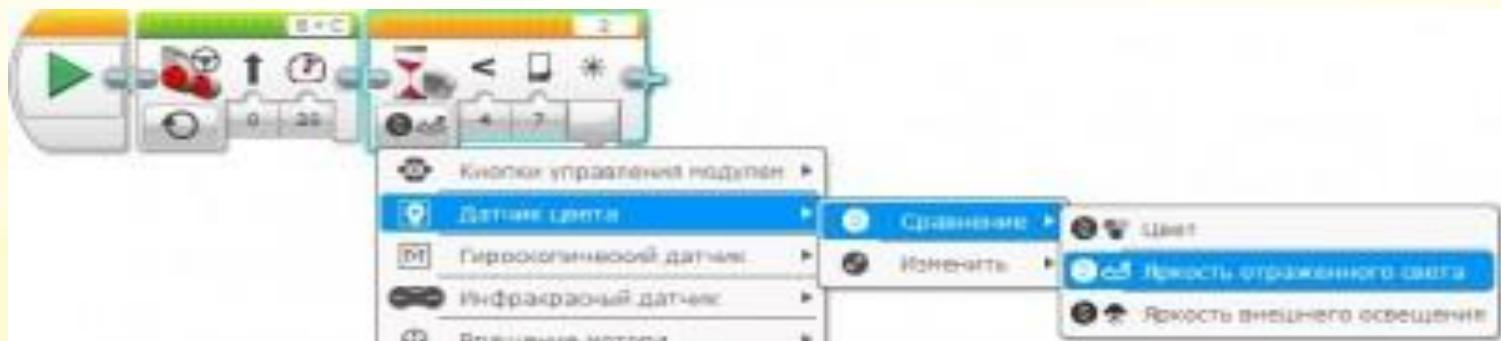

Рис. 13
* Проведенный эксперимент показал нам, что при пересечении черной линии, значение датчика цвета в режиме "Яркость отраженного света" равняется 6. Значит, для выполнения Задачи №3 наш робот должен двигаться прямолинейно, пока искомое значение датчика цвета не станет меньше 7. Воспользуемся уже знакомым нам программным блоком "Ожидание" Оранжевой палитры. Выберем требуемый условию задачи режим работы программного блока "Ожидание" (Рис. 13).